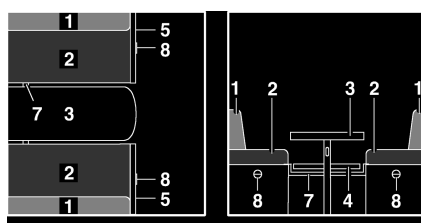

Fig. 102 Antes de la transformación
- Ampliar la mesa (Fig. 102,3) y transformarla en base de cama (véase apartado 7.7).
- Meter el listón (Fig. 102,7) o tirarlo hacia dentro. El listón tiene la posición correcta cuando soporta el tablero de mesa aprox. 15 - 20 cm detrás de la pata de mesa.
- Tirar del asidero (Fig. 102,8) y abrir la trampilla (Fig. 102,5).